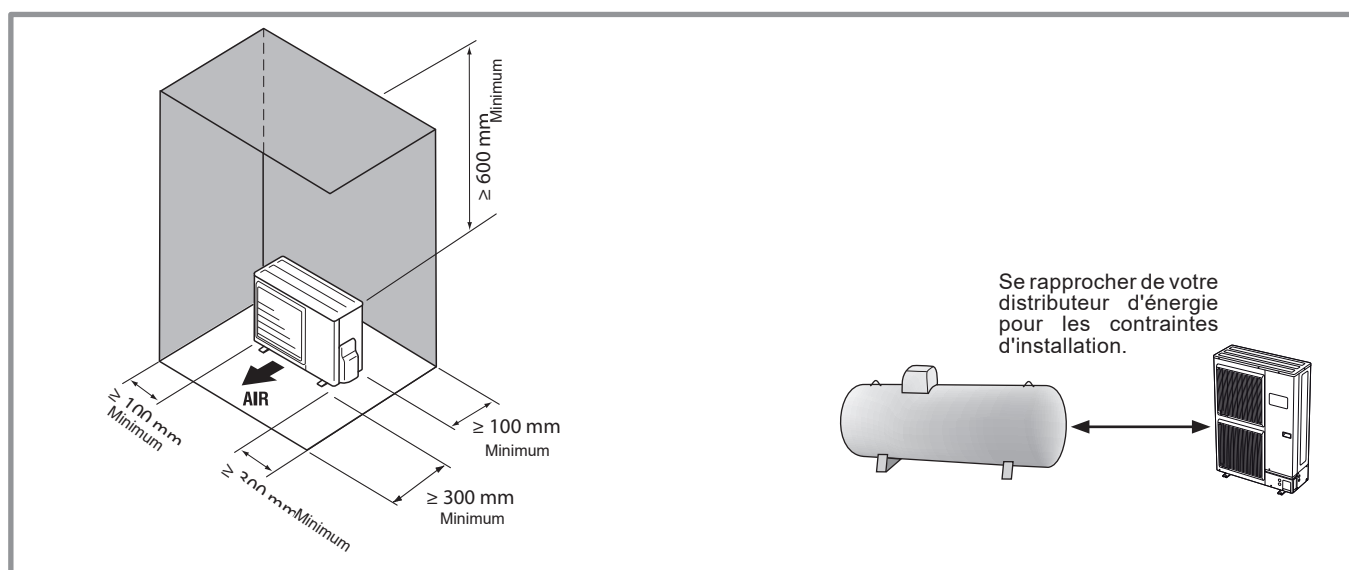

figure 14 - Dégagements minimum d'installation autour de l'unité extérieure
- ☞ **L'unité extérieure doit exclusivement être installée à l'extérieur (dehors). Si un abri est requis, il doit comporter de larges ouvertures sur les 4 faces et respecter les dégagements d'installation (figure 14).**
- L'appareil doit être parfaitement accessible pour les travaux d'installation et de maintenance ultérieurs (figure 14).
- Aucun obstacle ne doit entraver la circulation de l'air à travers l'évaporateur et en sortie du ventilateur (figure 14).